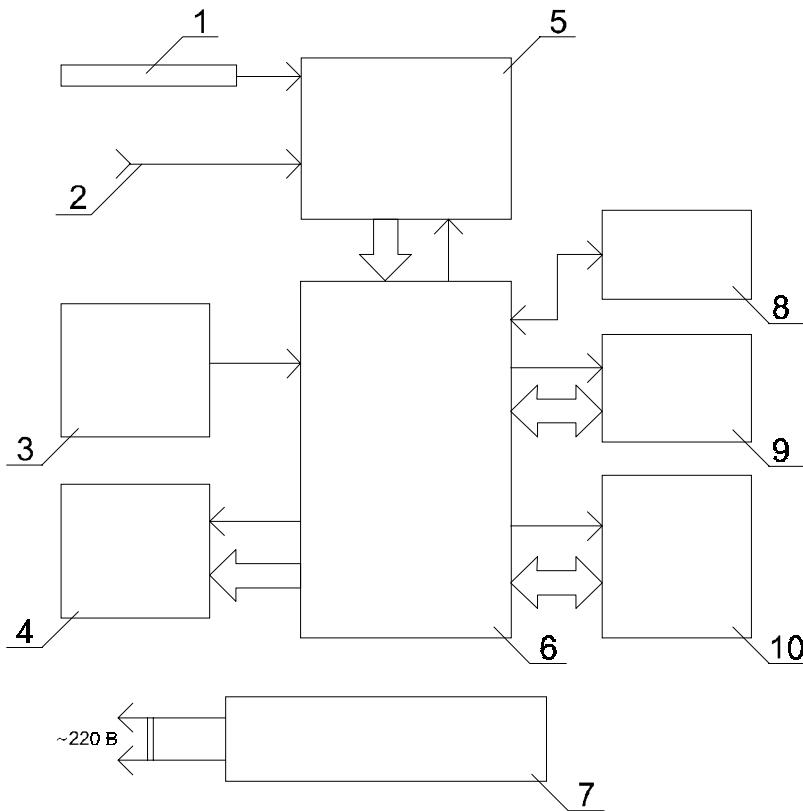

Рис.6. Прибор МУЛЬТИТЕСТ ИПЛ-101. Схема функциональная.
3.2.2. Функциональная схема прибора приведена на рис.6.